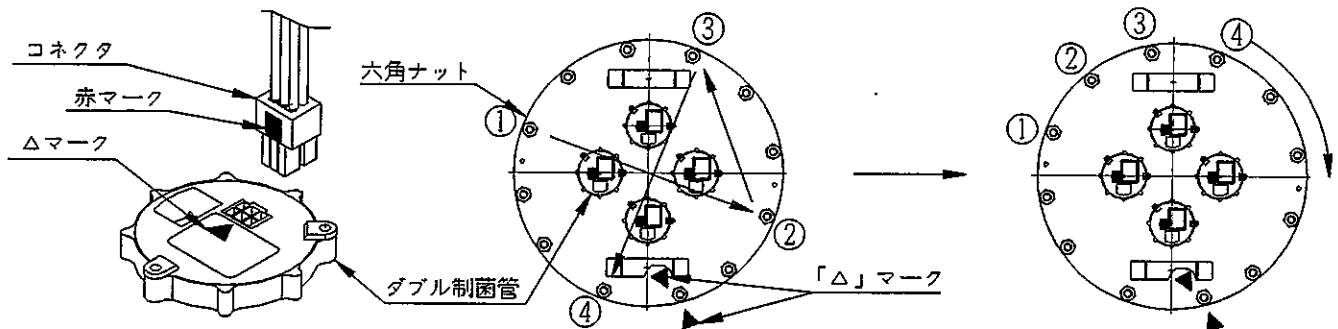

図10-4 六角ナットの取り付け
(図10-4参照)
- ⑥ ろ過タンクフタの六角ナットを以下の手順を参照して締め付ける。
1. 図10-4のように4ヶ所を対角線の順で、軽く力を入れる程度に締め付ける。
3. 12ヶ所すべてに取り付けたあと、図10-4のようになっている順に1個ずつ強く締め付ける。
- ⑦ 配管のバルブすべてを開けて、過電流遮断機(100V/200V)および本体の漏電ブレーカ(100V/200V)を入れる。
- ⑧ 本機のコントロールパネルには曜日を示す数字が点滅しているので「確定」キーを押して通常表示にもどし、「運転」キーを押して、運転を開始する。